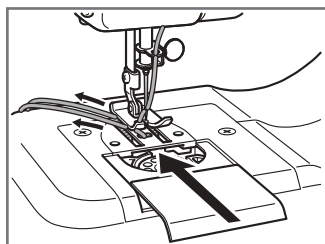

Рис.16
6.7.7 Закройте крышку челночного устройства, убедившись, что обе нити вытянуты примерно на 15 см (Рис.16).